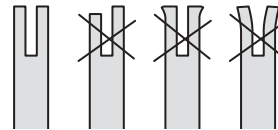

Fig. 41
5. Compruebe si el riel de la espada presenta desgaste. Sostenga una regla (de borde recto) contra el costado de la espada y las placas laterales de corte. Si existe una holgura entre la regla y la espada, el riel de la espada es normal. Si no hay holgura (la regla queda al ras contra el lateral de la espada), el riel de la espada está desgastado y ésta debe sustituirse por una nueva del mismo tipo (Fig. 41).